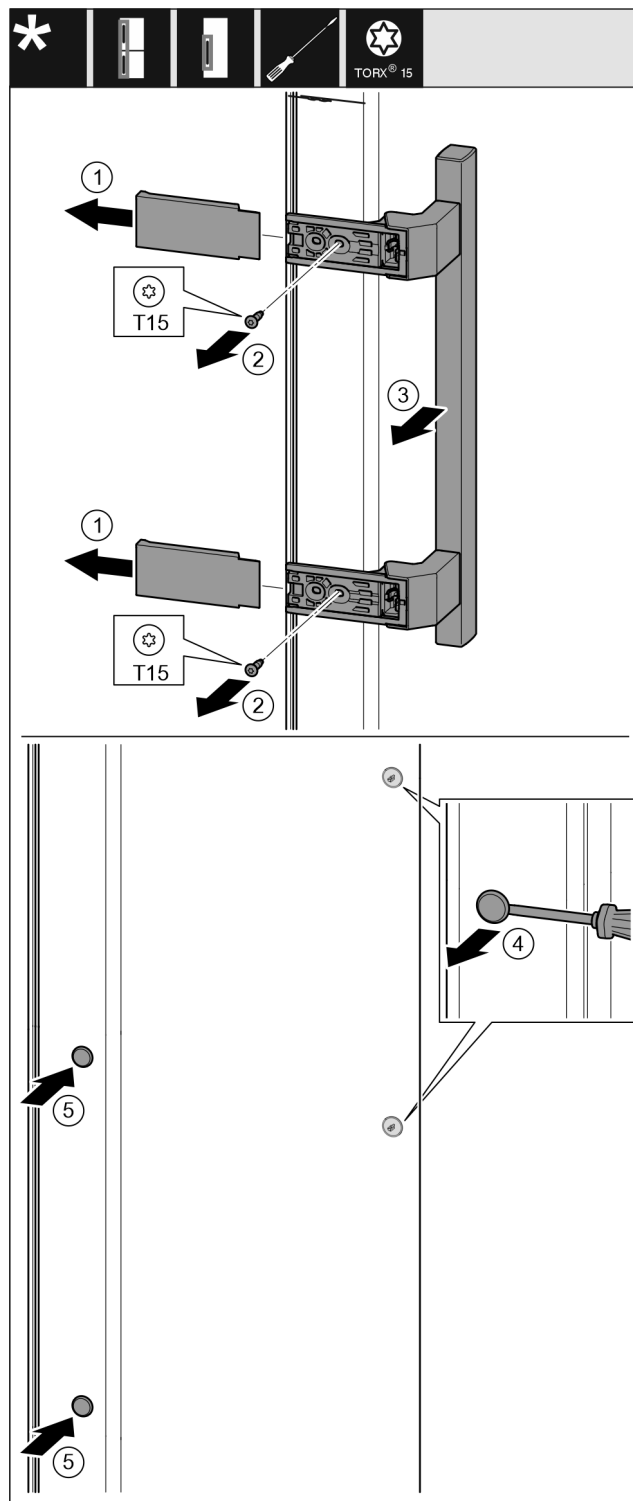

Fig. 14
- Dra bort skydd. Fig. 14 (1)
- Skruva ur skruvar med skruvmejsel Torx 15. Fig. 14 (2)
- Ta av handtag. Fig. 14 (3)
- Använd den spårskruvmejsel och lyft försiktigt pluggen på sidan och dra ut den. Fig. 14 (4)
- Sätt in pluggen på andra sidan igen. Fig. 14 (5)